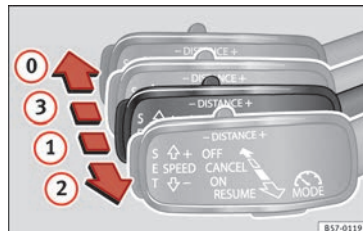

Abb. 186 Auf der linken Seite der Lenksäule: dritter Hebel für die Betätigung der automatischen Distanzregelung.
- Ziehen Sie den Hebel in die Position  » **Abb. 186**. Auf dem Bildschirm der Schalttafel wird **ACC Standby** angezeigt.